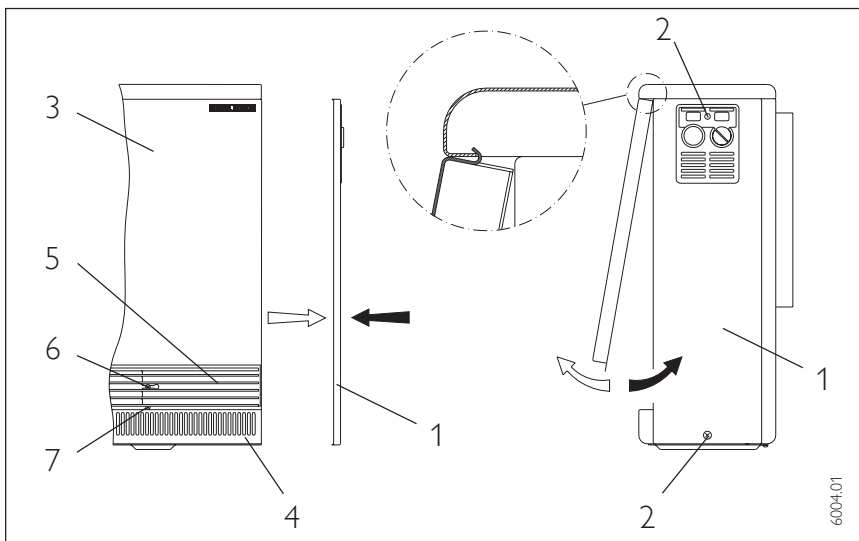
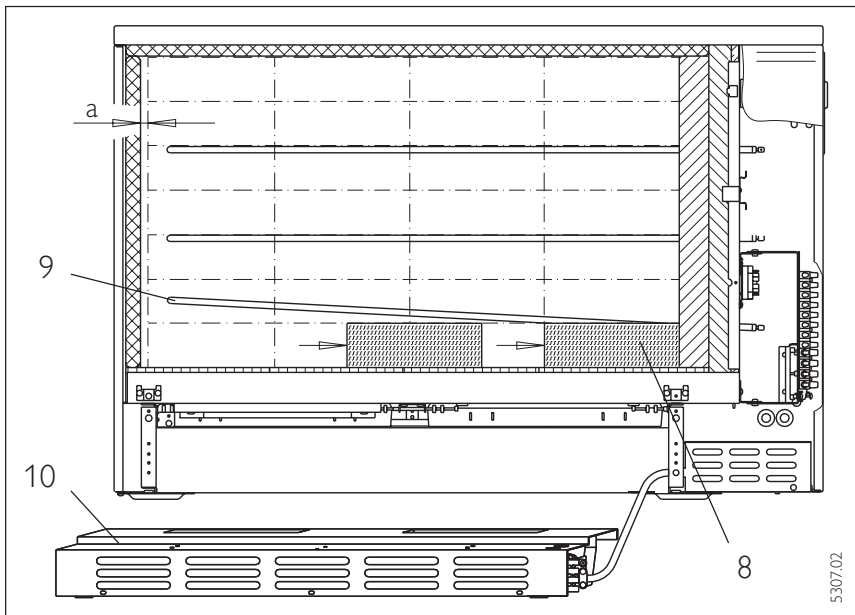
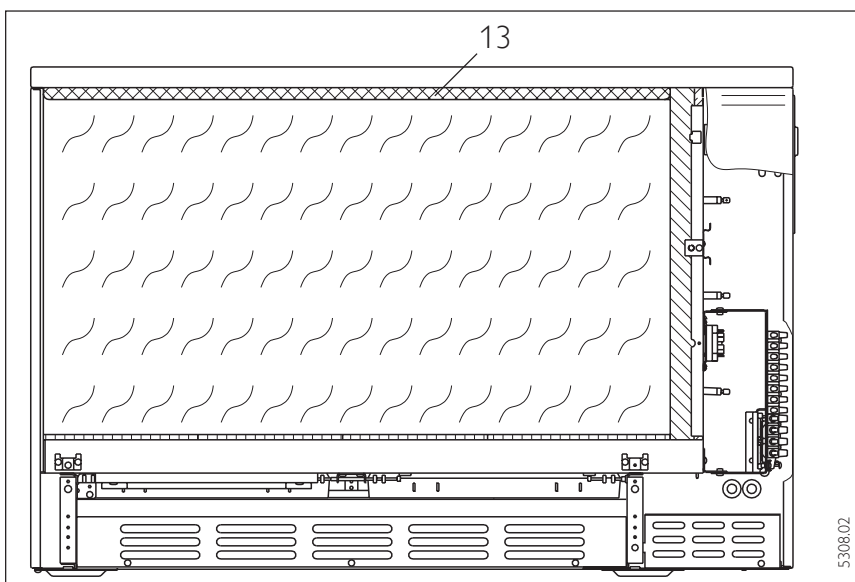

Abb. 12 / Fig. 12
Abb. 13 / Fig. 13
Abb. 15 / Fig. 15
#### **Wärmespeicher öffnen** (Abb. 12)
#### **Montage Speicherkern** (Abb. 13)
#### Opening the Storage Heater (fig. 12)
#### Assembling the heater core (fig. 13)
#### Abrir el acumulador (fig. 12)
#### Montaje de los ladrillos de núcleo (fig. 13)
#### Ouverture du radiateur à accumulation (fig. 12)
#### Montage des briques (fig. 13)
**⚠ Zwischen der letzten Steinreihe und der linken Wärmedämmplatte bleibt grundsätzlich ein Luftspalt von ca. 5 – 10 mm je nach Gerätetyp (Abb. 13, Maß „a“).**
**Wärmespeicher schließen** (Abb. 12) Gebläse, Gebläseschublade sowie den Schubladenraum säubern. Gebläseschublade (10, Abb. 13) einbauen und befestigen. Die vordere Dämmplatte (ein- oder zweiteilig je nach Gerätetyp) auf die Boden-Wärmedämmung aufsetzen und gleichmäßig über die gesamte Speicherfläche andrücken, dabei die Deckeldämmplatte (13, Abb. 15) etwas anheben. Die rechte Seitenwand (1) auf der Schalt- raumseite über den Wählknopf einsetzen und anschrauben. Die Vorderwand (2) mit der innen fixierten Wärmedämmplatte (Microtherm) oben im Deckel einhängen, nach innen schwenken und mit den Schrauben befestigen. Das Luftaustrittsgitter über die Schlüssel- löcher in die Führungsbolzen einsetzen, ausrichten und mit Schraube (6) befestigen. Das Lufteintrittsgitter mit dem darin befindlichen Flusensieb (4) befestigen; dazu das Gitter in die Führungsstege einsetzen, andrücken, nach links schieben und in die Arretierung (Schrauben) einrasten lassen.
**⚠ Die Befestigungsschrauben am Lufteintrittsgitter (7, Abb. 12) nicht wieder fest anziehen! Das Lufteintrittsgitter soll für die Reinigung des Flusensiebes ohne Werkzeug ausbaubar sein.**
There is always an air gap (of approx. 5 - 10 mm, depending on heater-type) between the last row of bricks and the left-hand side insulating panel (fig. 13, dimension "a").
**Assembling the storage heater** (fig. 12)
Clean the fan, fan case and compartment, assemble the fan case (10, fig. 13) and attach. Fit the front insulation plate (consisting of eight or two parts, depending of heater-type) to the floor insulation plate and to the same extent press onto the complete heater surface, at the same time raising the cover insulation plate (13, fig. 15) some-what. Twist the right-hand side wall on to the side of the compartment side over the selector knob. Allow to locate on the lower arrestment and screw tight. Suspend the front wall (2) with its insulation plate attached (Microtherm) above in the cover, swing inwards and attach with the screws. Locate the air outlet grid over the keyholes on to the guide bolts, align and attach with screw (6).
**Do not overtighten the attachment screws on the air intake grid (7, fig. 12)!**
**Entre la última hilera de ladrillos y la placa de aislamiento izquierda queda una rendija de aire (fig. 13) de unos 5 ó 10 mm, según el tipo de aparato.**
### Cerrar el acumulador (Abb. 12)
Desatomillar el cajetín del ventilador y sacarlo hacia delante. Limpiar el ventilador y el cajetín del ventilador. Volver a montar el cajetín del ventilador (10, fig. 13) y fijarlo adecuadamente. Montar la plancha de aislamiento térmico delantera (de una sola pieza o de dos piezas, según el tipo de aparato) sobre el aislamiento térmico inferior (13, fig. 15) y presionarla regularmente sobre toda la superficie de acumulador de calor.
**Entre la dernière rangée de briques et le panneau latéral d'isolation gauche, il subsiste une lame d'air d'environ 5 à 10 mm, selon le type d'appareil (fig. 13, repère "a").**
Nettoyer soigneusement la turbine, le caisson de ventilation ainsi que tout le compartiment du caisson. Remonter le caisson de ventilation (10, fig. 13) et le fixer. Poser la plaque d'isolation avant (en 1 ou 2 parties suivant le type d'appareil) sur le socle isolant et l'appuyer uniformément sur toute sa surface tout en soulevant légèrement l'isolation du haut (13, fig. 15). Faire pivoter le panneau latéral droit par dessus le bouton de réglage de la charge, et le fixer en partie inférieure (figure 18). Accrocher le panneau frontal (2), avec l'isolation (Microtherm), sous la tôle du dessus, le faire basculer vers l'intérieur et le fixer avec les vis.